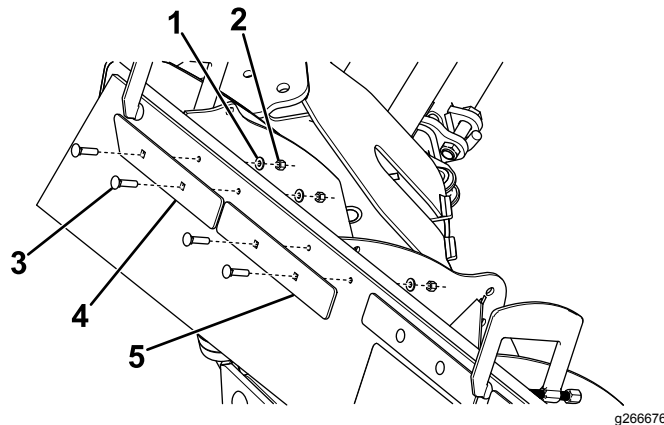

Figura 5
Nota: Si su pala no tiene taladros para usar como guía, utilice la Figura 5 como guía para la perforación.
4. Sujete las pletinas de 45° a los taladros interiores usando 4 pernos de cuello cuadrado (5/16"), 4 arandelas (5/16") y 4 contratuercas de nylon (5/16"), como se muestra en la Figura 5.
5. Sujete las pletinas cuadradas a los taladros restantes (Figura 5) usando las fijaciones indicadas a continuación para su quitanieves: